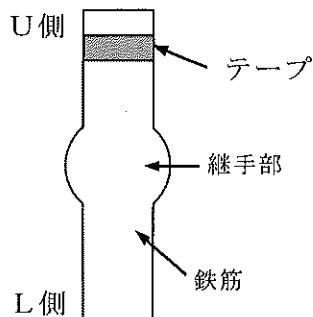
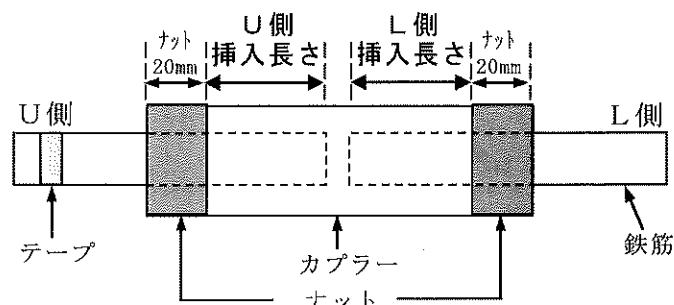

図1 圧接継手及び溶接継手試験体
図2 機械式継手試験体
- (1) 受験票、筆記用具、超音波探傷機具一式、接触媒質、電卓以外は全て机の下に置くこと。
- (2) 試験体は、試験開始まで収納箱から出さないこと。
- (3) 電源は、超音波探傷器のバッテリーに限る。
- (4) 試験体には、筆記用具などで線や字を書き込まないこと。なお、磁石は基準線として利用してもよい。
- (5) 圧接継手はJIS Z 3062、溶接継手はJIS Z 3063により探傷すること。機械式継手はJIS Z 3063により鉄筋の挿入長さを測定すること。
(6) 試験体は図1及び図2のとおり、テープを巻いてある方をU側、反対側をL側とする。
(7) 圧接継手・溶接継手の試験体は、U側・L側の両方又は一方から探傷した上で合否を判定し、実技試験解答用紙の判定欄にある「合格／不合格」のいずれかを○で囲むこと。また、合否判定に必要な基準レベルを記入すること。
(8) 機械式継手の試験体は、図2のとおり、U側・L側のカプラーへの鉄筋の挿入長さを、解答欄に整数で記入すること。
(9) 使用した試験体は、接触媒質を十分に拭き取って元の箱に収納すること。
(10) 終了後、受験場所を清掃し、私物を持って外観検査実技試験に移動すること。